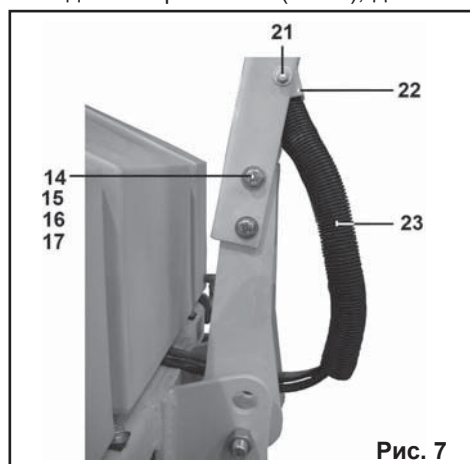

Рис. 7
руйте скобу (22) с деталями крепления (21). Вновь установите скобу (22), предварительно расположив под скобой (22) гофрированную трубку (23). Положение зафиксируйте деталями крепления (21), (Рис. 7).